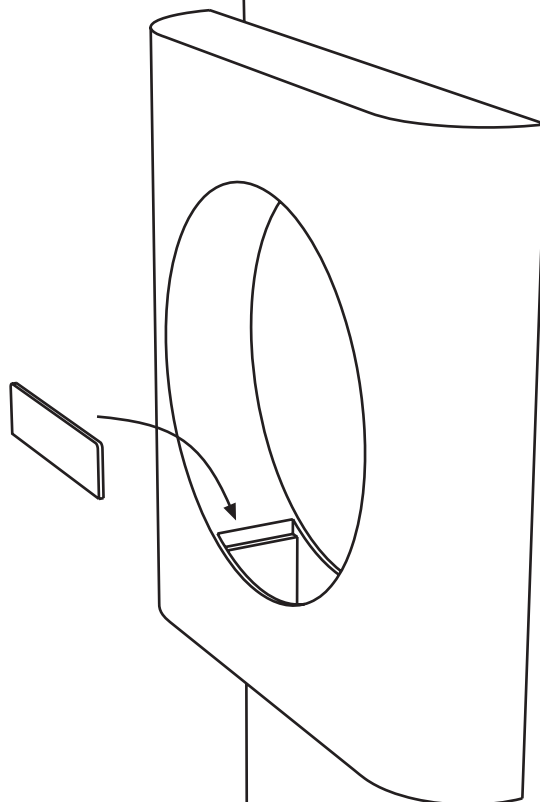

Abb. 7
- nur Kamin 65185: Die Scheibe D wird in die passende Aussparung im Kamingehäuse A eingesetzt (siehe Abb. 7).